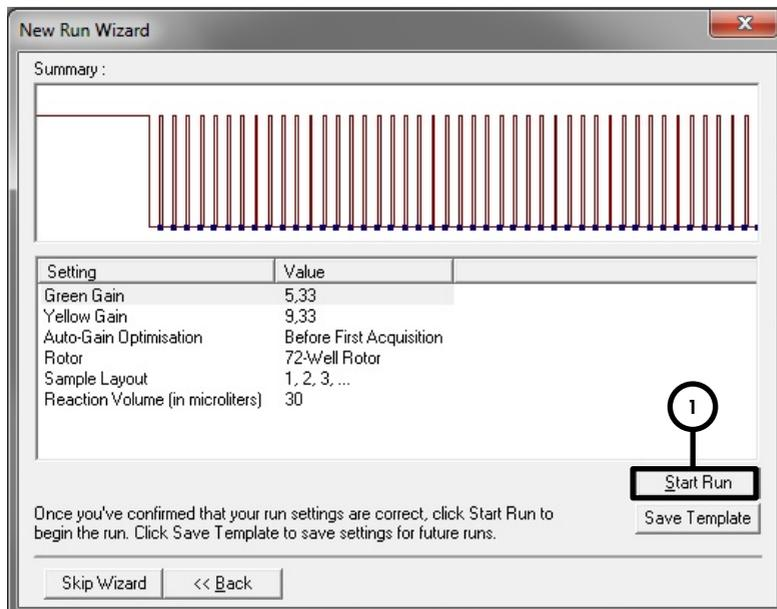

Figure 8. Démarrage de l'analyse.
| Démarrage de l'analyse | Figure 8 |
11. Les valeurs de gain déterminées par l'étalonnage des canaux sont automatiquement enregistrées et répertoriées dans la dernière fenêtre de menu de la procédure de programmation (figure 8). Cliquer sur **Start Run** (Démarrer le cycle).